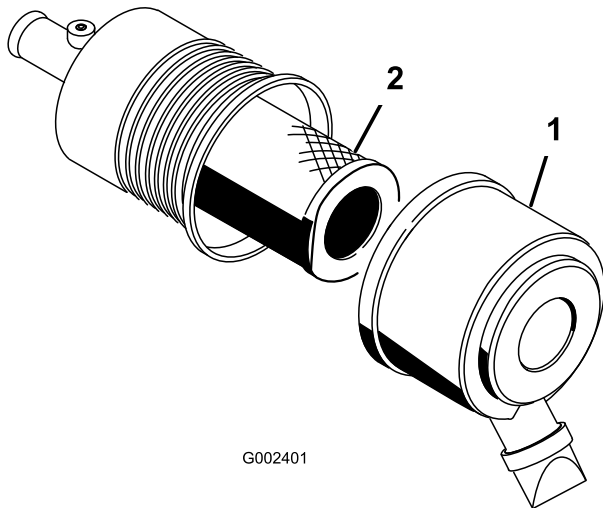

Figure 42
1. Déverrouillez le filtre à air et détachez le couvercle du corps du filtre (Figure 42).
3. Sortez le préfiltre du corps du filtre avec précaution (Figure 42).
6. Si vous remplacez l'élément filtrant de sécurité, insérez-le avec précaution dans le corps du filtre (Figure 42).
7. Placez ensuite le préfiltre sur l'élément de sécurité avec le même soin (Figure 42).
8. Reposez le couvercle du filtre à air, le côté en haut, et verrouillez-le (Figure 42).